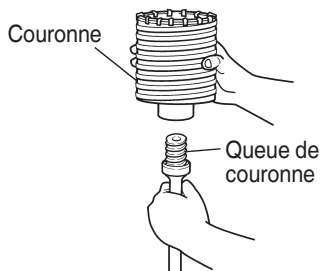

Fig. 15
- (1) Monter la couronne sur la queue de couronne. (Fig. 15)